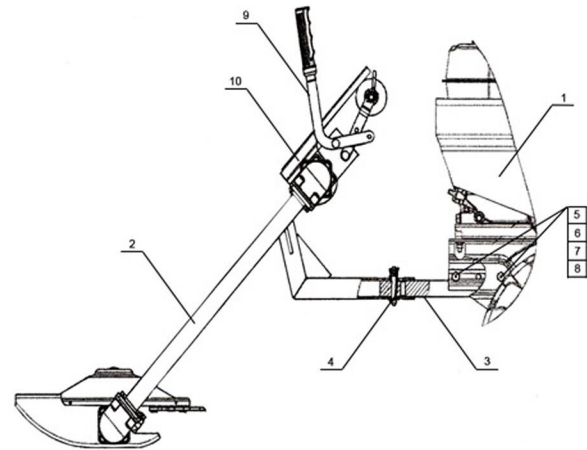

Рис.6
6.3.1 Установить подвеску переднюю 3 (Рис. 6) из комплекта косилки на мотоблок «Салют», закрепив её на раме болтами 5, гайками 6, шайбами 7 и 8; **6.3.2** Выполнить работы п.6.1.;
6.3.5 Установить косилку на подвеску переднюю 3 (Рис. 6) мотоблока и зафиксировать шплинтом 4 из комплекта поставки косилки; **6.3.6** Выполнить работы по п.6.2.4.